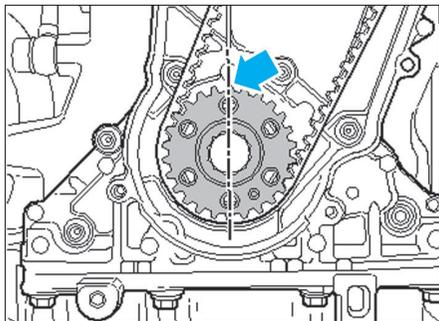

Fig. 18
- À l'aide d'un marqueur, repérer de façon verticale sur la dent du pignon de vilebrequin le PMH (Fig.18).